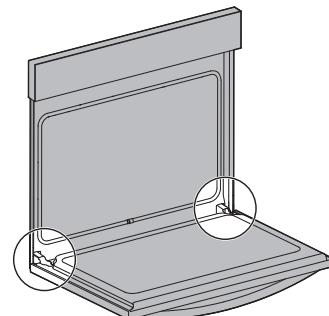

Figure 8: Emplacement de la charnière de la porte
1. Ouvrez complètement la porte du four, parallèlement au sol (Figure 8).
3. Ouvrez complètement la porte du four (parallèlement au sol (Figure 8).
4. Poussez les verrous des charnières de droite et de gauche vers le haut et dans le cadre du four jusqu'à ce qu'ils soient en position verrouillée (Figure 8).